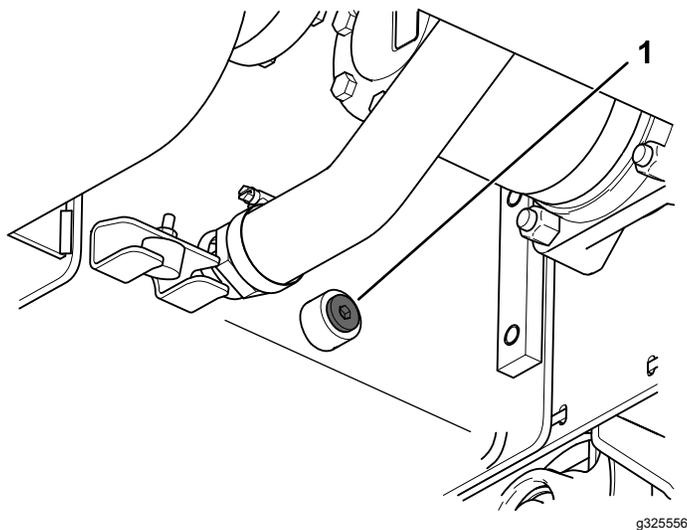

Figura 67
- Togliete il tappo di spurgo e lasciate defluire il fluido idraulico nella bacinella (Figura 67).
- A. Rimuovete i 2 bulloni e dadi che fissano il braccio della testa al braccio della catenaria (Figura 67).